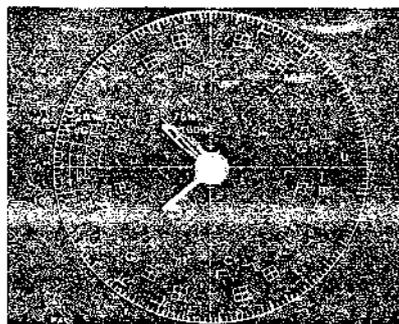

Abb. 4-6 Bildabschattungs-Abgleich
5. Den CHROMA SHADING Regler (RM1101-15) so abgleichen, daß der Träger in dem Vektor ein Minimum annimmt (siehe Abb. 4-6).